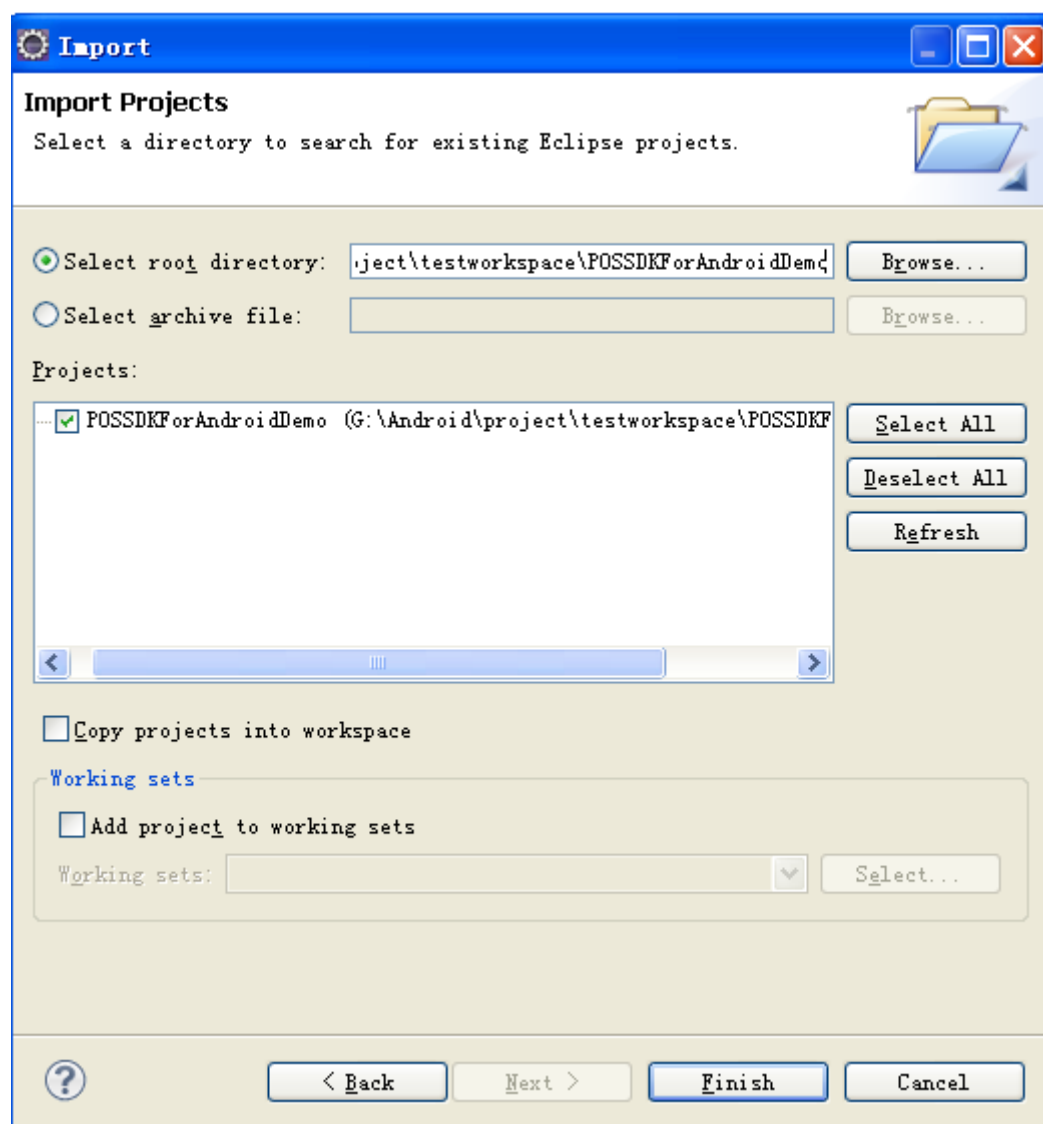
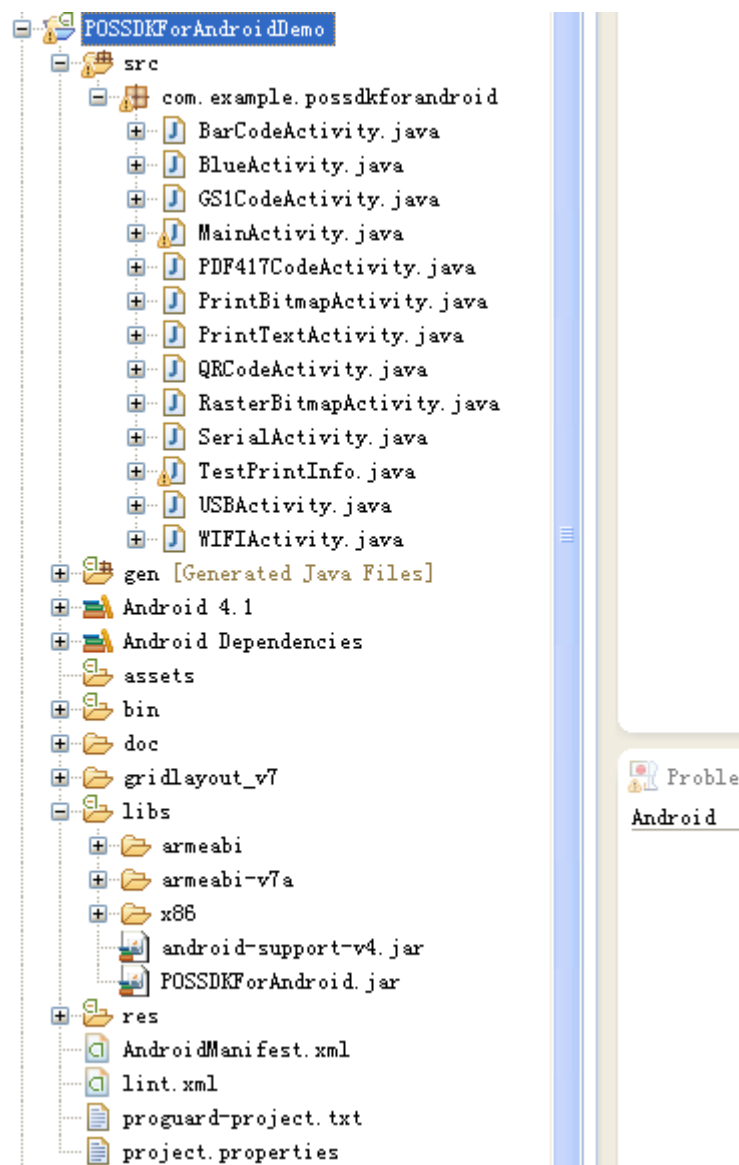

图 3 导入例程
图 4 导入例程后运行界面
4)选择解压的例程 POSSDKForAndroidDemo，如图 3 和图 4 所示。